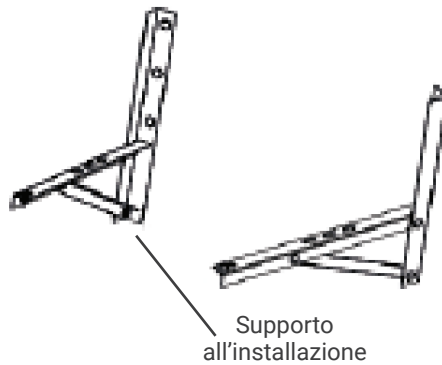

Fig.10
- Se sono necessarie staffe di installazione per installare l'unità esterna, l'utente può acquistare le staffe dalla nostra azienda o dai nostri agenti (Fig. 10).